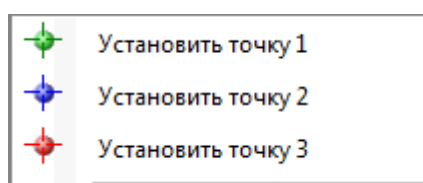

Рис. 2.105
- графически: наведя курсор на нужные узлы и щелкнув правой кнопкой мыши (рис. 2.105).